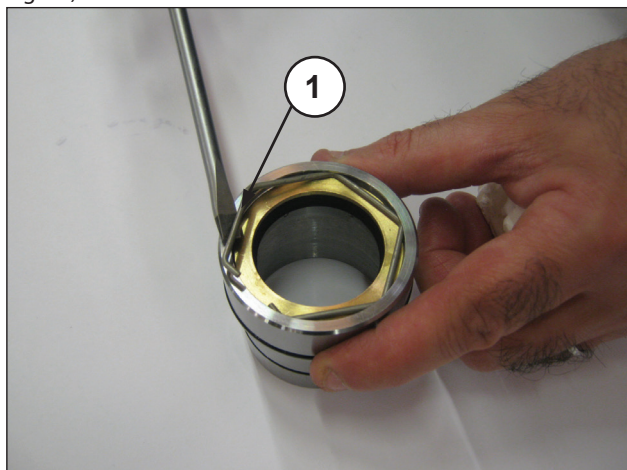
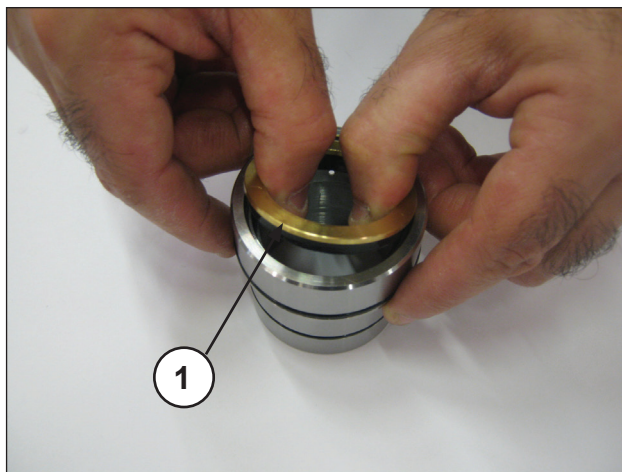

Fig. 50
Fig. 51
Para quitar la junta de baja presión, es necesario desmontar la anilla de tope (pos. ①, Fig. 50) y la anilla de retención (pos. ①, Fig. 51).